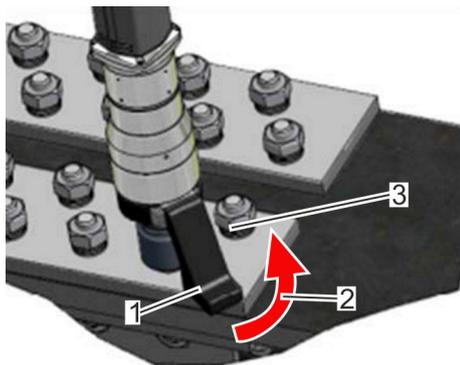

Fig. 17 : Angle de rotation au démarrage
5. ➔ S'assurer de la présence d'un appui/d'une butée (Fig. 17 /3) pour le bras de réaction (Fig. 17 /1) dans la direction opposée au sens de rotation souhaité de la visseuse. Veiller à ce que le bras soit complètement en appui.
Dans le cas d'assemblages à vis pré-serrés, le couple réglé est toujours dépassé en mode Couple si l'angle de rotation au démarrage entre le bras de réaction (Fig. 17 /1) et l'appui (Fig. 17 /3) est trop faible.
Tenir compte de l'angle de rotation au démarrage (Fig. 17 /2) indiqué dans le tableau.